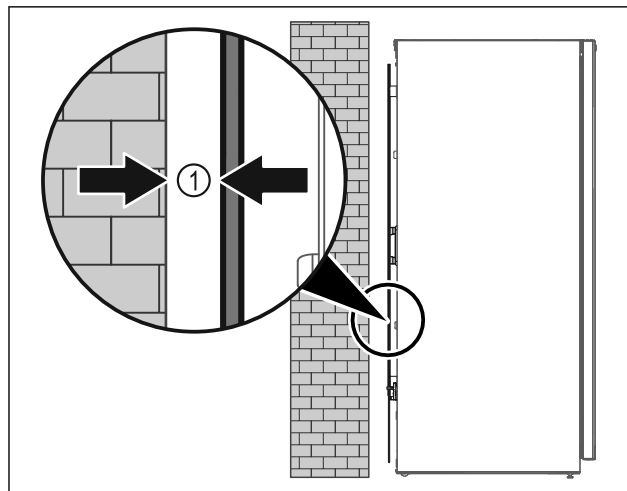

Fig. 49
- ▶ Állítsa fel a készüléket szabadon a helyiségben, vagy közvetlenül a fal mellé legalább 5 mm Fig. 49 (1) minimális távolságban.